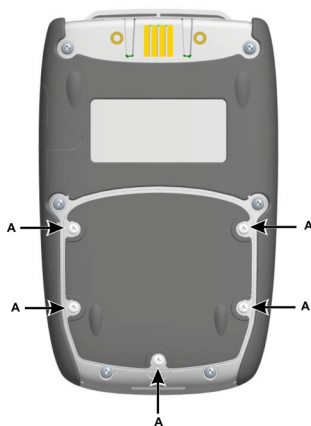

图 1 后视图
1. 卸下五个 Pozidriv 螺钉 (A) (参见图 1 后视图)。